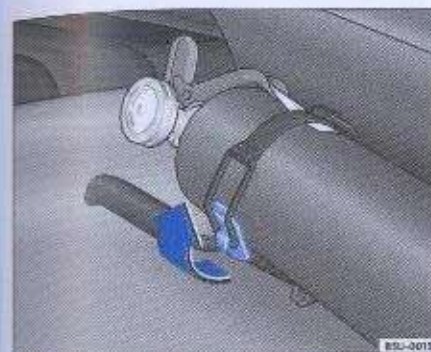

Fig. 30 Extintor de incendio en el asiento delantero
- Suelte la abrazadera de fijación del extintor7), tirándola hacia arriba ⇒ fig. 30 -flecha-.